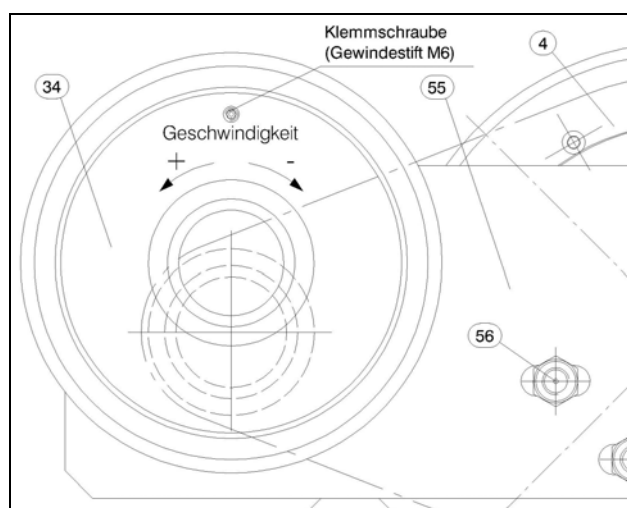

Abb.20
- bei allen Linnig-Komponenten (SGR (34), Kettenhaspelantrieb (40) oder E-Antrieb (37)) mittels Bremskraftverstellung durch Lösen der Klemmschraube (Abb.20) und